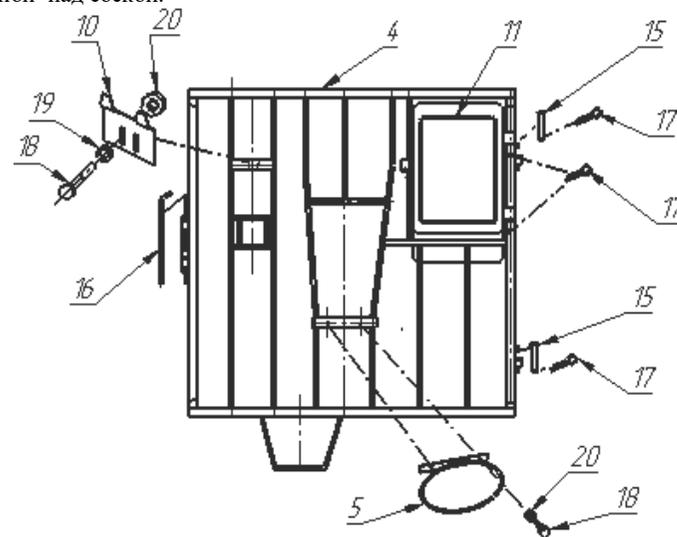

Рис.6 Схема установки оборудования на переднюю стенку ограждения бокса.
3. На переднюю стенку ограждения закрепить следующие приспособления см. Рис.6:
Для кормления теленка грубыми кормами кормушка(7) устанавливается в обод кормушки (5) расположенный в центре передней стенки, в нижней части (Рис.6).